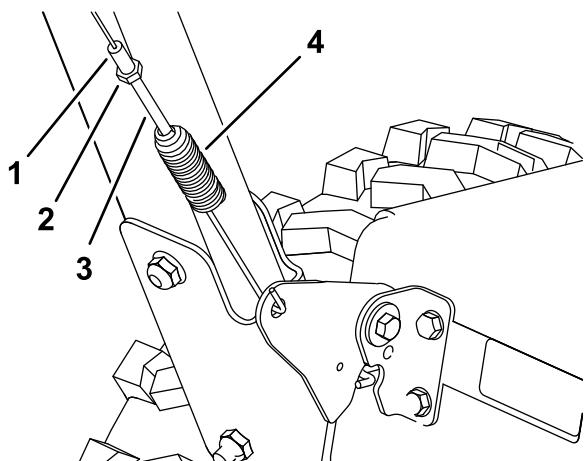
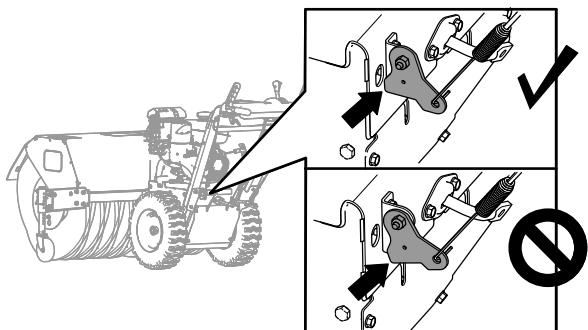

Figura 34
Figura 35
1. Desaperte a porca de retenção (Figura 34).
2. Rode o ajustador de tensão da mola até que o cabo fique esticado (Figura 34) e a parte inferior do suporte toque na placa superior da máquina (Figura 35).
3. Aperte a porca de retenção (Figura 34).